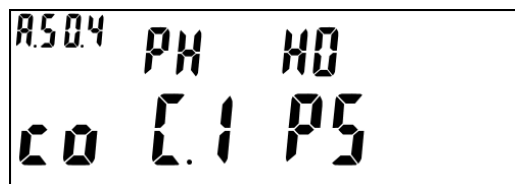

Рисунок 202 – РУН в состоянии «замкнуто»
- Вариант 1: (см. рисунок 202)
6.9.13.5 На ЖКИ в группе «4» во втором кадре отображено (см. рисунок 202):